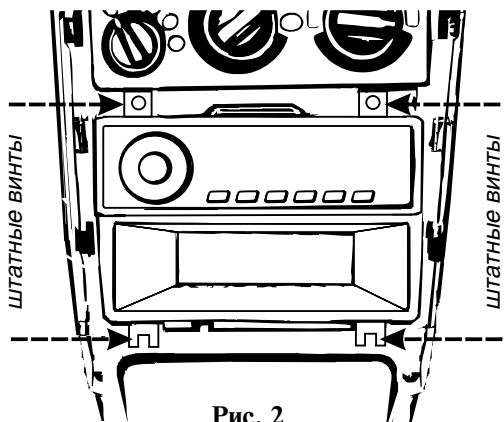

Рис. 2
2. Открутите четыре штатных винта, рис. 2., удерживающие металлический блок с отделениями для магнитолы и перчаточного ящика.